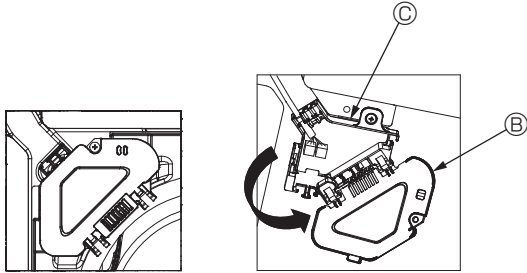

Fig. 4-5
- 3 Konektör kutusu kapağını tespit eden vidayı çıkarın ve daha sonra kapağı açın. (Fig. 4-5)